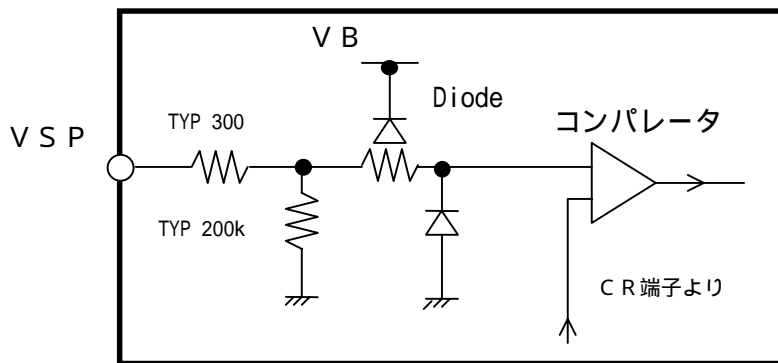

図3 . V S P 端子の等価回路
(2) VSP端子
- ・モータの回転数をコントロールする速度指令入力端子です。図3に等価回路を示します。CR端子の三角波とVSPに入力されるアナログ信号を比較し、PWM信号を生成します。PWMデューティは三角波振幅レベルの下限値VSAWLから上限値VSAWHの間でリニアに変化し、VSAWL以下で0%、VSAWH以上で100%となります。PWM動作は下アームで行います。